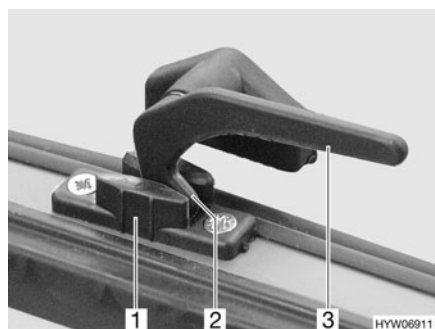

Fig. 55 Palanca de bloqueo en la posición de "ventilación continua"
- En la posición "ventilación continua" (Fig. 55)
- Girar la palanca de bloqueo (Fig. 55,3) un cuarto de vuelta hacia la mitad de la ventana.
- Girar la palanca de bloqueo un cuarto de vuelta hacia el marco de la ventana. El saliente de bloqueo (Fig. 55,2) se ha de introducir para ello en el rebaje del bloqueo de la ventana (Fig. 55,1).